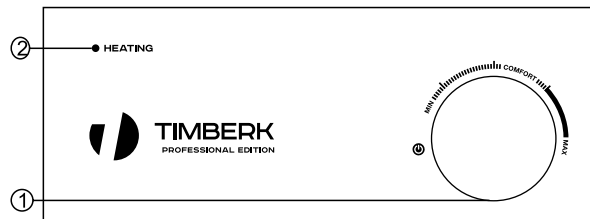

Рис. 8
3. Установите ручкой терморегулятора желаемую температуру нагрева воды, поворачивая ее по часовой или против часовой стрелке, должна загореться индикаторная лампочка «HEATING» (рис. 8). Когда вода нагреется до установленной температуры, индикаторная лампочка «HEATING» погаснет, когда температура воды понизится, подогрев включится автоматически и восстановит нужную температуру воды.